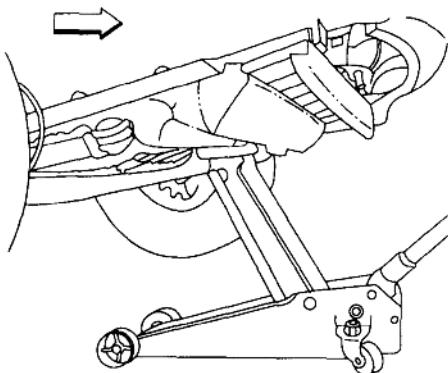

图 1-8 前车架下部举升轿车
(1) 在前车架下部,用托底千斤顶举升轿车前部时,将托底千斤顶举升衬垫放在前车架中心处,如图 1-8 所示。